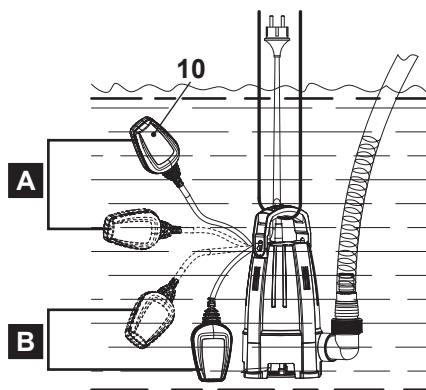
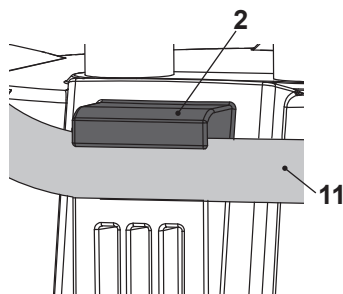

Fig. 5
Fig. 6
**NOTA:** O interruptor de bóia (10) contém uma esfera que ativa o interruptor. O produto só trabalha se o interruptor de bóia estiver acima da posição A, a posição B corresponde ao nível de desligar da bomba (Fig. 5).
O produto arranca a um certo nível de água através do interruptor de bóia (10) (nível para ligar) (Fig. 5, A). O produto continua a bombear até que o nível de água fique abaixo de uma determinada altura e, depois, o interruptor de bóia desliga o produto (nível de desligar) (Fig. 5, B).
1. Ajuste a altura dos níveis relativos de ligar e desligar dentro de determinados parâmetros, aumentado ou encurtando o comprimento do cabo livre do interruptor de bóia (11).
2. Posteriormente, fixe o cabo do interruptor de bóia (11) ao clipe do cabo (2) (Fig. 6).
**NOTA:** Antes da primeira utilização deverá familiarizar-se brevemente com os controlos automáticos do interruptor de bóia (10). Desloque o interruptor de bóia (10) para cima e para baixo com a sua mão para simular o ligar e desligar. Altere o comprimento do cabo livre até atingir um intervalo apropriado para o seu propósito. Examine como o comprimento do cabo livre influencia o nível de ligar e desligar (e, em última instância, o nível de água).
3. Assegure sempre que o interruptor de bóia (10) está livre e desbloqueado quando dentro de água para evitar que a bomba funcione a seco.